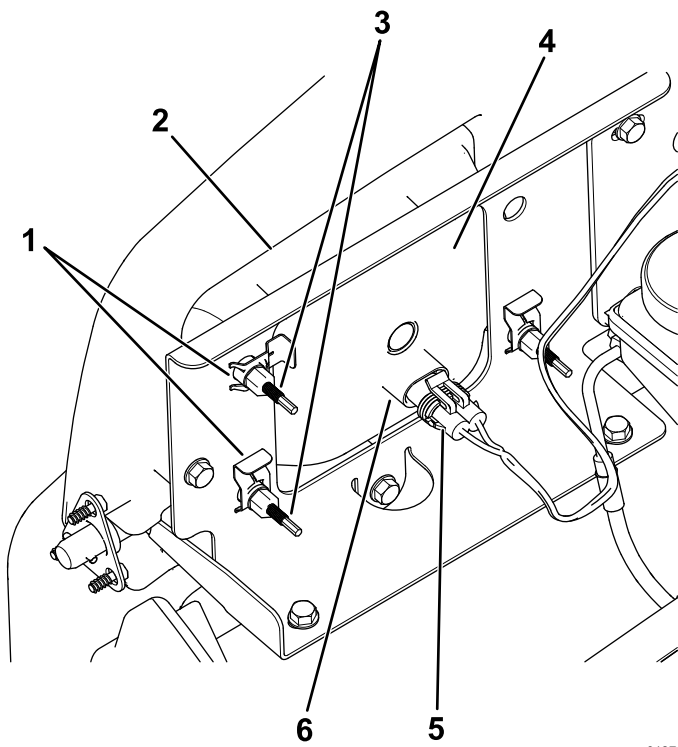

Bild 49
3. Schließen Sie den elektrischen Anschluss für den Kabelbaum vom Lampenanschluss ab (Bild 49).
- Entfernen Sie die Schellen, mit denen der Scheinwerfer an der Scheinwerferhalterung befestigt ist (Bild 49).
- Schieben Sie den Scheinwerfer nach vorne durch die Öffnung in der vorderen Stoßstange und entfernen Sie ihn (Bild 49).
- Setzen Sie den neuen Scheinwerfer durch die Öffnung in der Stoßstange ein (Bild 49).
- Schließen Sie den elektrischen Anschluss für den Kabelbaum am Lampenanschluss an (Bild 49).
- Drehen Sie die Einstellschrauben an der Rückseite des Scheinwerfers (Bild 49), um den Scheinwerfer zu drehen und den Scheinwerferstrahl einzustellen.